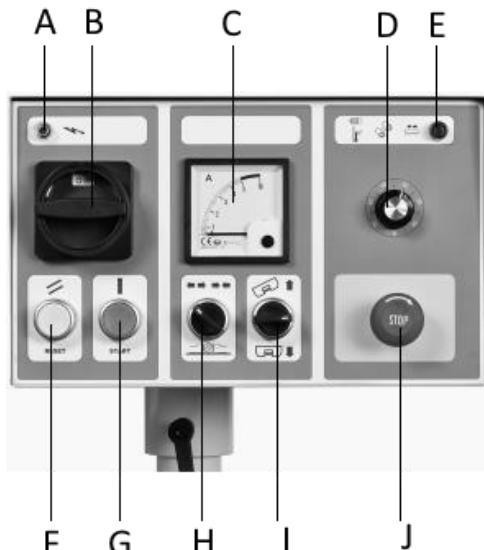
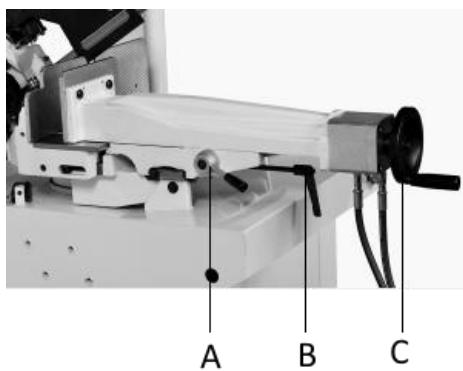

Рис.5
Рис.6
Включение в сеть производится поворотом главного выключателя (B, рис.5). При напряжении в сети загорается индикатор (A, рис.5)
Индикатор готовности (E) загорается в том случае, если защитная крышка шкивов опущена, полотно натянуто, а температура двигателя не чрезмерная. На амперметре (C, рис.5) отображается сила тока, подаваемого к двигателю.
Подключите станок к сети. Переведите главный выключатель (B, рис.5) в положение «ON» Включите гидростанцию (F, рис.5) Поднимите раму пилы используя кнопки (I, рис.5) Установите на «0» скорость подачи рамы (I, рис.1). Установите переключатель тисков на разжим (H, рис.5) Разместите заготовку в тисках. При установке используйте рукоятку быстрой подачи тисков (A, рис.6) и маховик точной подачи (C, рис.6)
Между подвижной губкой тисков и заготовкой необходимо оставить 2-3 мм для работы гидравлического прижима. Запустите цикл нажатием кнопки (G, рис.5). Произойдет зажим заготовки гидравлическими тисками, затем начнется движение пилы к заготовке. Быстрая подача рамы сменится рабочей скоростью подачи, (I, рис.1) после того, как сработает датчик высоты заготовки. Рабочую скорость подачи можно менять, вращая ручку (I, рис.1).
Придерживайтесь правила: чем тверже металл, тем более низкой должна быть скорость резки. Регулировка скорости движения полотна осуществляется с пульта управления, вращением рукоятки (D, рис.5) Чтобы предотвратить повреждение полотна пилы или заедание в материале, следует выполнять изменения настроек не в процессе резания, а на холостых оборотах
Подсоедините станок к источнику питания. При правильно установленном полотне и закрытом кожухе на панели управления после включения гидростанции должен загореться индикатор (E, рис.5).
Тиски оснащены механизмом быстрой подачи, (B, рис.6) и маховиком точной подачи (C, рис.6).
Ослабьте фиксирующую рукоять поперечного перемещения тисков (B, рис.6)